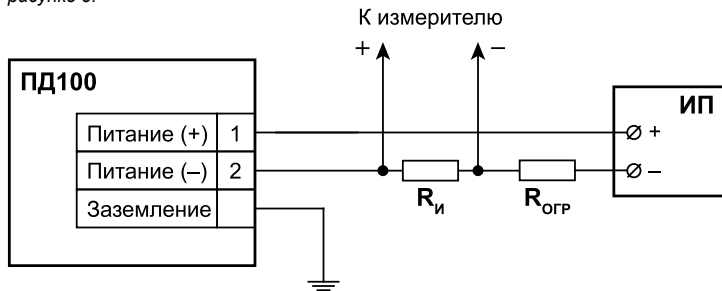

Рисунок 6 – Схема подключения
** Сопrotивление нагрузки зависит от напряжения питания (см. *рисунок 6*).